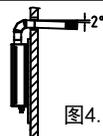

图4.6
- (3) 烟道水平段应尽可能短，且安装时应有向下倾斜 $2^\circ$ 的坡度，以利于冷凝水和雨水的排出。(如图4.6)